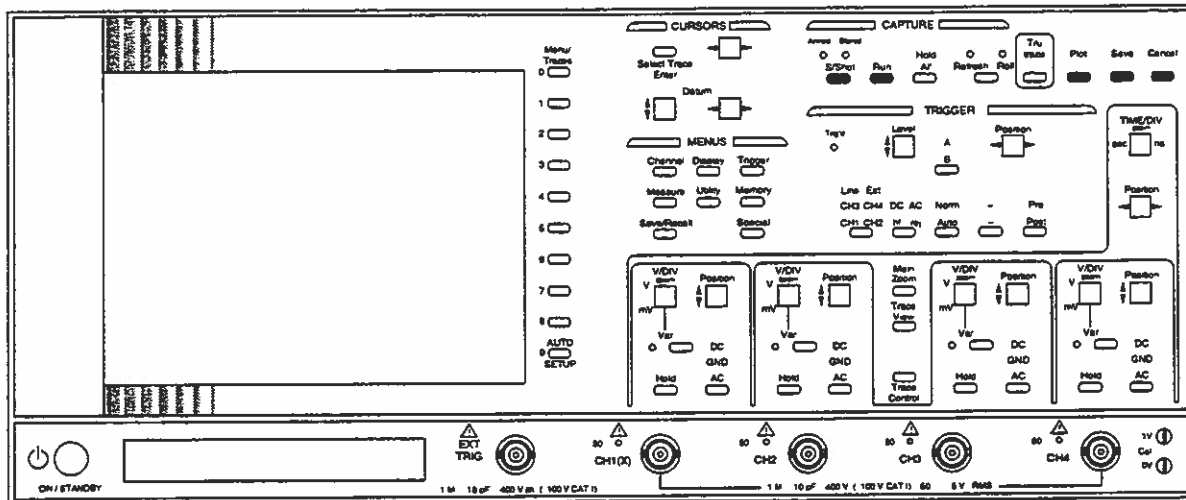

Abb. 1.2a Tasten mit einfacher Funktion
Das Gerät hat drei unterschiedliche Tastentypen. Der erste Typ hat nur eine Funktion. Beim Drücken wird die jeweilige Funktion aktiviert, z.B. **Run** (11). Siehe Abb. 1.2a.